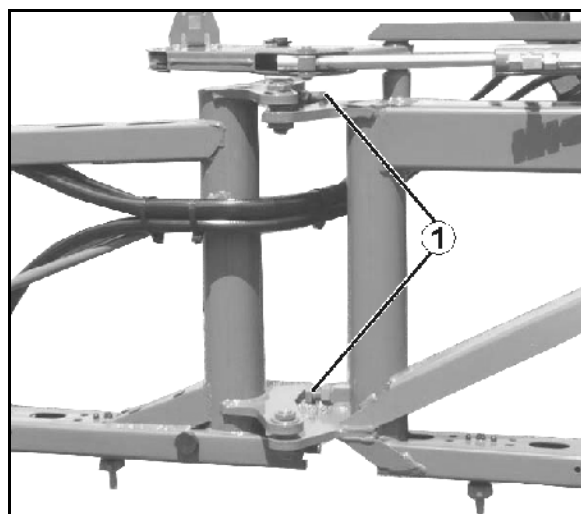

Fig. 139
1. Desserrez le contre-écrou de la vis de réglage (Fig. 139/1).